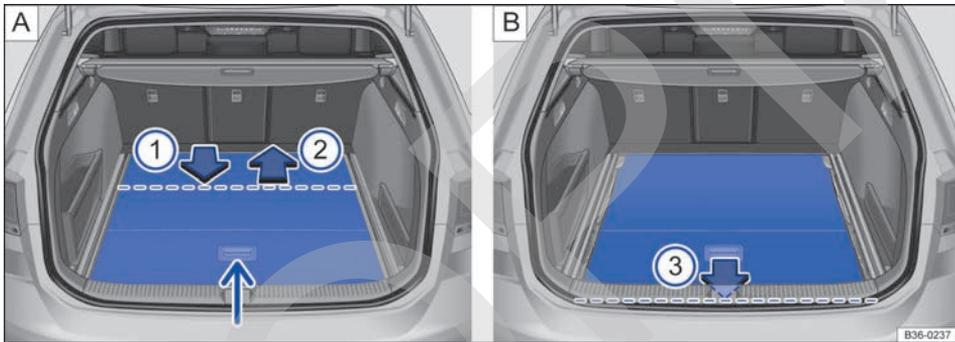

Fig. 190 En el maletero: colocar el piso del maletero en una posición más baja.
- Levante el piso del maletero por el asidero → fig. 190 A (flecha pequeña) e inclínalo.
- Tire del piso en el sentido de la flecha → fig. 190 A ① por encima del umbral de carga hasta aprox. la línea de rayas. Al hacerlo, la parte delantera del piso del maletero deberá inclinarse hacia abajo.
- Desplace el piso en el sentido de la flecha → fig. 190 A ② hasta el tope. El piso se encuentra ahora en la posición más baja.
- Tire del piso en el sentido de la flecha → fig. 190 B ③ hasta topar con el umbral de carga.